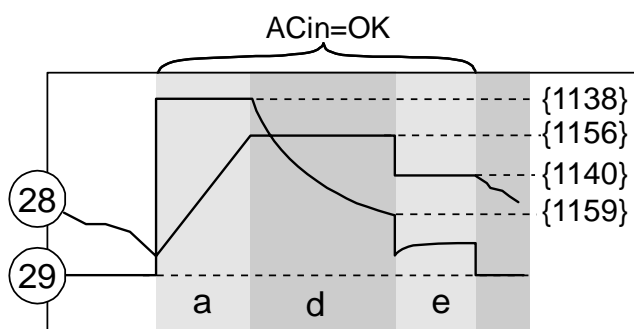

Fig. 3b: Ciclo de carga simplificado, sin limitación de corriente de entrada
El Xtender está previsto para ser alimentado por fuentes de tensión alternativas como la red pública o una generatriz. Verifique que la tensión nominal de la fuente corresponde a la tensión nominal (34) del Xtender especificada sobre la placa descriptiva (Fig. 3b).
La fuente debe estar conectada sobre las bornes de entrada marcadas «AC INPUT» (13) con hilos de una sección suficiente, dependiendo de la potencia de la fuente y protegida por un dispositivo de protección de calibre adaptado. Este será al máximo igual a la corriente AC in máx. (35) especificada sobre la placa descriptiva (Fig. 3b).